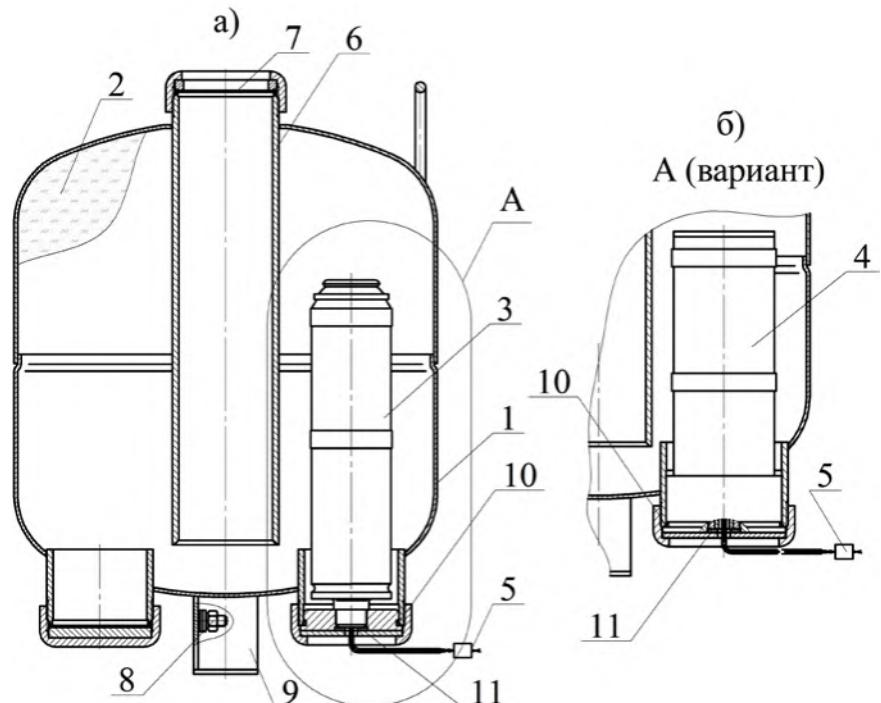

Рисунок 1
4.1.1 МПП (см. рисунок 1) состоит из корпуса **1**, в котором размещаются огнетушащий порошок (ОП) **2** и источник холдного газа (ИХГ) **3** или **4** с элементом электропусковым **5**. ИХГ **3** предназначен для МПП(Н)-10 и МПП(Н-T)-10, ИХГ **4** - для МПП(Н-T1)-10. В верхней части корпуса находится насадок - распылитель **6**, который также выполняет функцию сифонной трубы при выпуске ОП из корпуса. Выходное отверстие насадка-распылителя закрыто мембранный **7**.
7.3 Комплект поставки для перезарядки МПП(Н)-10, МПП(Н-Т)-10 (см. рисунок 1):
7.4 Комплект поставки для перезарядки МПП(Н-Т1)-10 (см. рисунок 1):